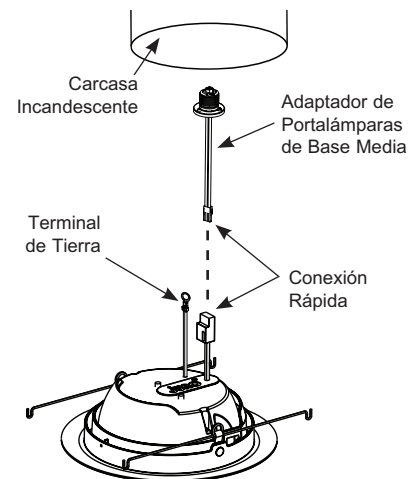

Figura 4
Paso 3. La instalación en carcasas ya existentes con portalámparas de base media: Enrosque el adaptador de portalámparas de base media en el portalámparas, en la carcasa empotrada. Fije firmemente la terminal del cable de tierra a cualquier tornillo situado en la carcasa empotrada que sujeta componentes metálicos. Enchufe el conector proporcionado en el borde al conector de acoplamiento en el adaptador de portalámparas presionando firmemente para asegurar que los conectores estén bien sujetos (Vea la Figura 4).